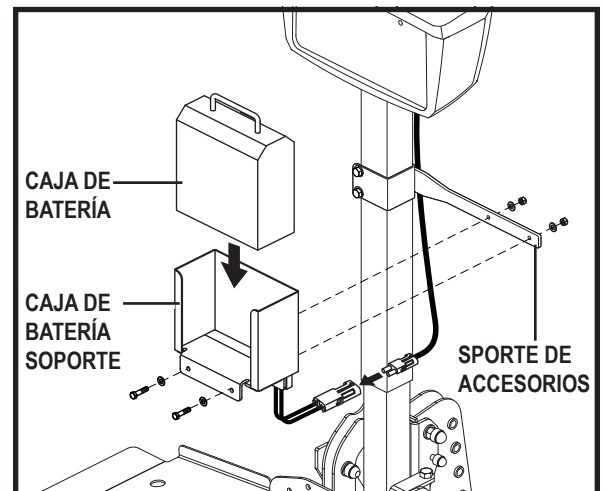

Figura 9. Instalación de la batería interna
3. Alinee los orificios en el soporte de la batería con los orificios en el soporte de accesorios. **Ver figura 9.**
4. Sujete el soporte de batería al soporte de accesorios con las piezas suministradas. **Ver figura 9.**
6. Enchufe el cable de batería en la parte inferior del soporte al conector de acoplamiento conectado al motor. **Ver figura 9.**